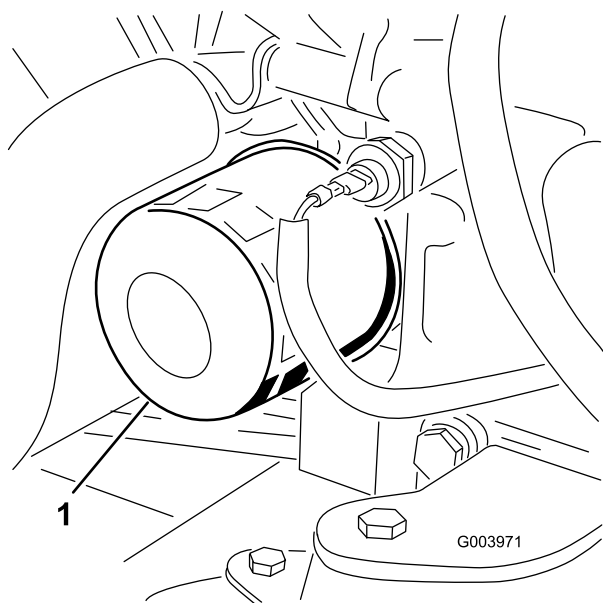

Рисунок 78
3. Снимите масляный фильтр (Рисунок 78).